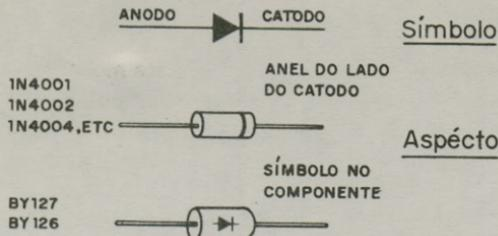

Figura 11
b) Observe a posição correta dos três diodos (D1, D2 e D3), pois uma inversão desses componentes poderá causar a queima dos SCRs. Guie-se pelo símbolo marcado no corpo do componente se usar diodos do tipo BY127 ou BY126, fazendo com que o anodo seja ligado ao resistor e o catodo à comporta, conforme mostra a figura 11. Se for do tipo 1N4004 ou equivalente, o anel correspondente ao catodo deve ser ligado à comporta do SCR.